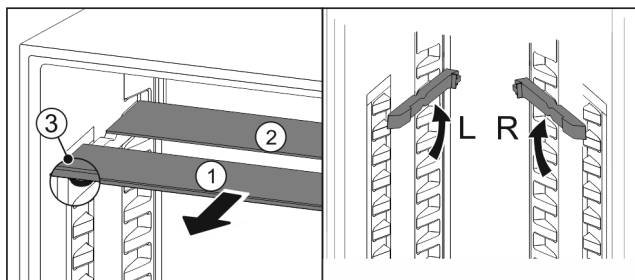

Fig. 226
- Skleněné desky jednotlivě vytáhněte dopředu Fig. 226 (1).
- Skleněná deska Fig. 226 (1) s ozdobnou lištou leží vpředu.
- Zarážky Fig. 226 (3) směřují dolů.